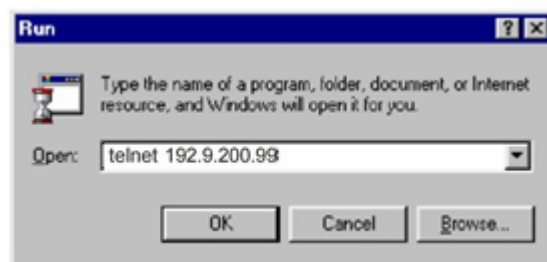

Рисунок 3 – Окно MS-DOS системы Windows
3) В окне команды или в окне MS-DOS системы Windows (см. рисунок 3) введите команду telnet и задайте IP-адрес коммутатора.